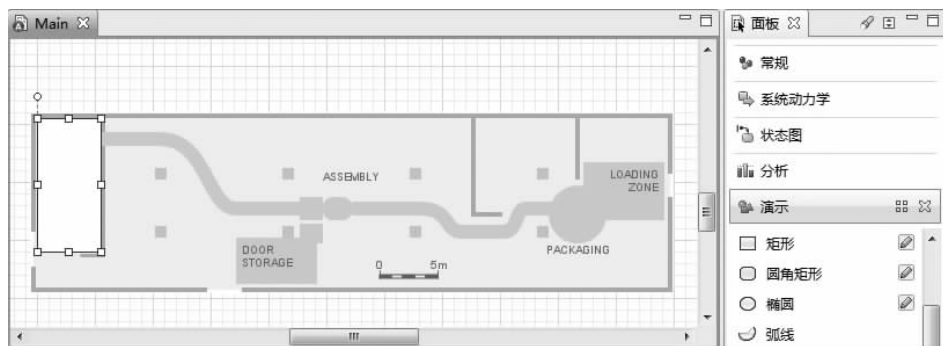

图 3-24 背景布局图片中矩形的绘制
(6) 在“演示”面板中双击“矩形”元素来激活绘制模式。
(7) 在背景布局图片的 BODY STORAGE 区域拖曳鼠标绘制矩形。该矩形表示了洗衣机机身的存储区域,如图 3-24 所示。